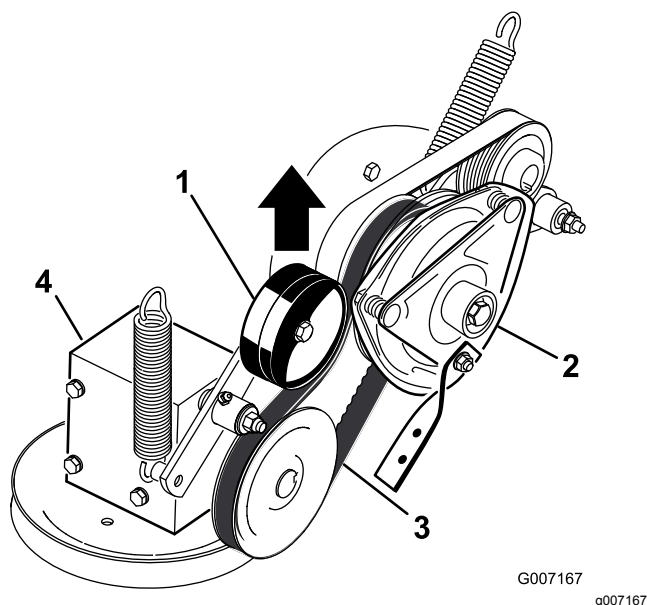

Figura 81
5. Puxe a polia intermédia da mola para a correia de transmissão da PTO e retire a correia da polia da embraiagem (**Figura 81**).
17. Puxe a polia intermédia da mola para a correia de transmissão da PTO e instale-a na polia da embraiagem (Figura 81).